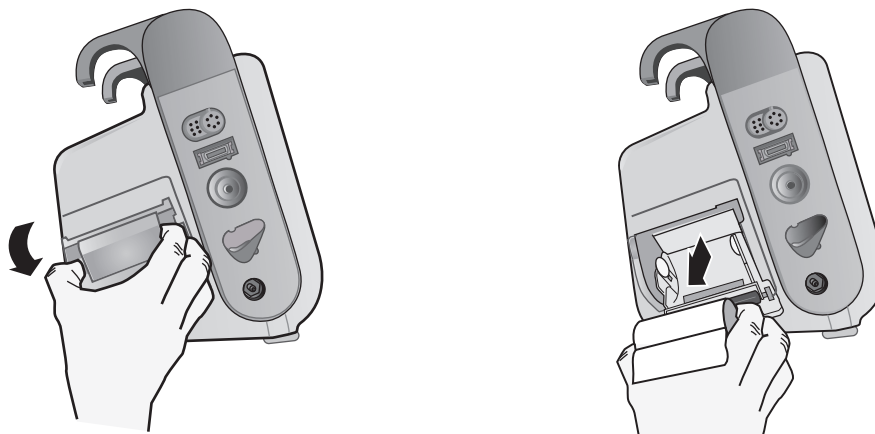

Abbildung 25-1. Öffnen der Druckerklappe und Entfernen des Papiers
1. Ziehen Sie an der Druckerklappe, um sie zu öffnen (siehe Abb. 25-1), und entnehmen Sie das Papier.